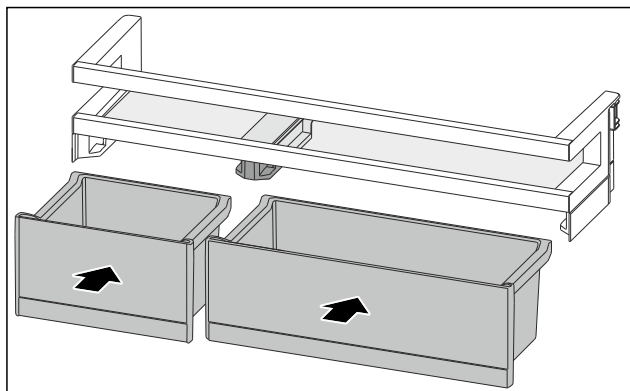

Fig. 110
- Installer les VarioBoxs dans l'agencement inverse. (voir Fig. 110)